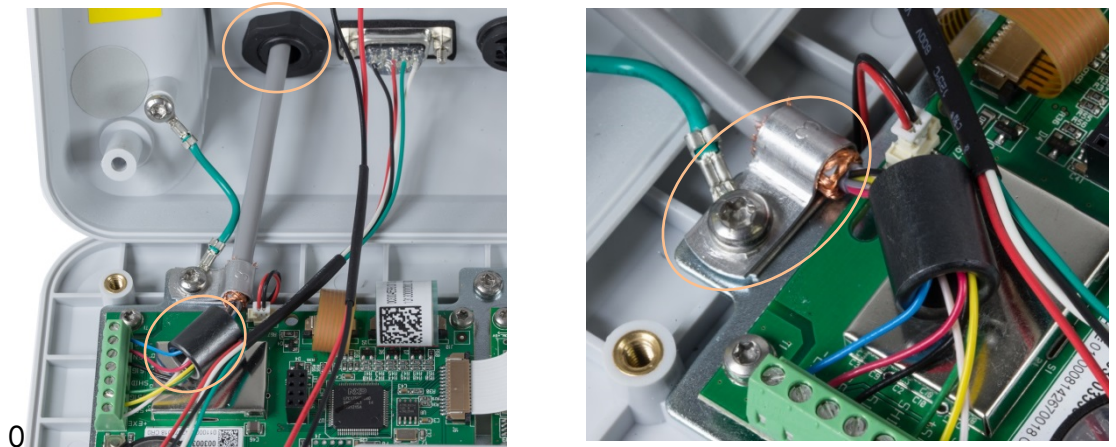

Figura 2-23: Installazione della ferrite sul cavo della cella di carico analogica e messa a terra sul telaio, IND231
1. Il cavo della cella di carico entra attraverso il pressacavo illustrato nella Figura 2-23.
4. Il fermaglio di terra fornito con il terminale serve per collegare il filo di schermatura scoperto (Figura 2-22) alla piastrina metallica di supporto mediante la vite di fissaggio del cavetto cerniera, come illustrato in Figura 2-23.